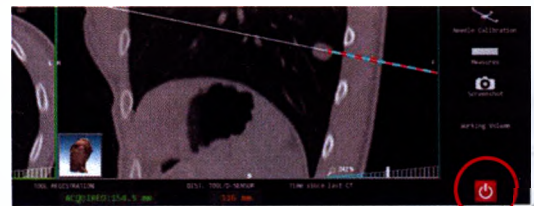

Figura 3.37: Uscita dall'ambiente virtuale.
- uscita dall'ambiente virtuale mediante il tasto *exit* (Figura 3.37);